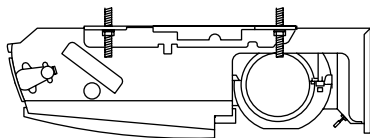

Abb. 3-47
c) Die beiden Sechskantmutter an jedem Hängeanker festziehen, um die Inneneinheit aufzuhängen. (Abb. 3-47)